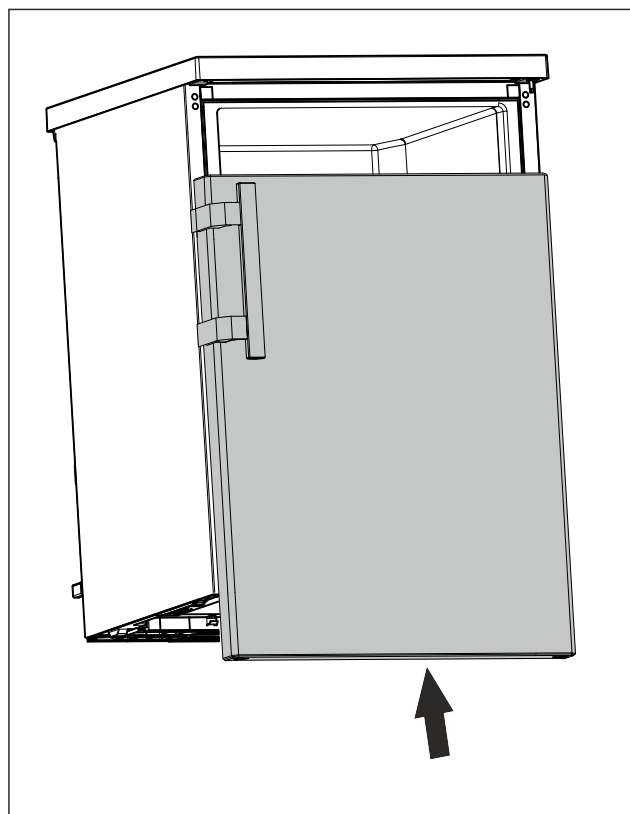

Fig. 23
- ▶ Pomičite zatvorena vrata do gornjeg svornjaka. (pogledajte Fig. 23)